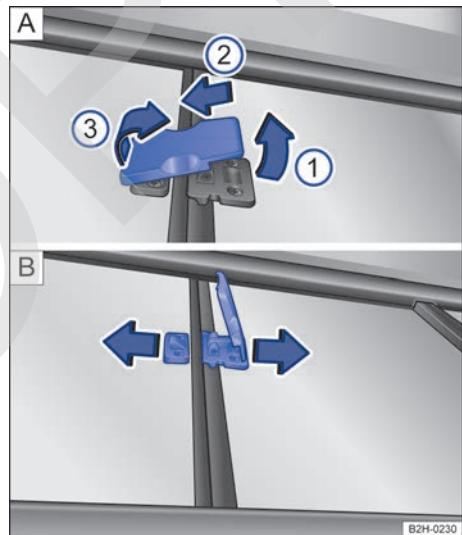

Fig. 34 En el panel trasero del techo rígido: bloqueo de la ventanilla corrediza.
- Tire del bloqueo → fig. 34 A un poco hacia arriba en el sentido de la flecha ①.
- Desplace el bloqueo en el sentido de la flecha ②, hasta el tope.
- Levante el bloqueo en el sentido de la flecha ③.
- Abra la ventanilla corrediza → fig. 34 B en el sentido de las flechas.
- Cierre la ventanilla corrediza → fig. 34 B en el sentido contrario al de las flechas.
- Baje el bloqueo → fig. 34 A en el sentido contrario al de la flecha ③.
- Desplace el bloqueo en el sentido contrario al de la flecha ②, hasta el tope.
- Cierre el bloqueo en el sentido contrario al de la flecha ①.